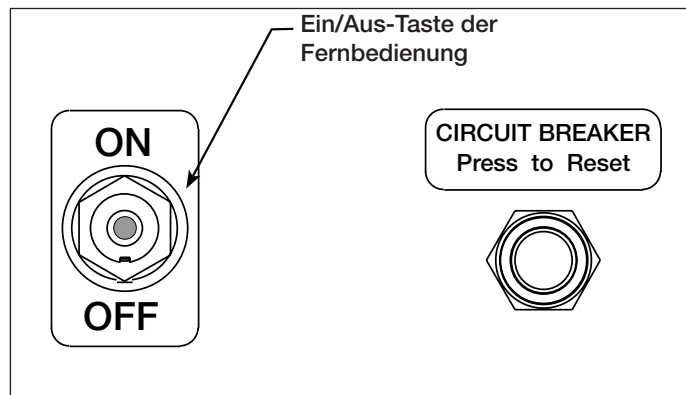

Abb. 6, Pumpenbedienfeld
### 5.1 Ein/Aus-Schalter der Pumpe (siehe Abb. 6)
4. Schließen Sie das Gerät an den Strom an. Stellen Sie den Ein/Aus-Schalter der Pumpe auf EIN. Siehe Abb. 6